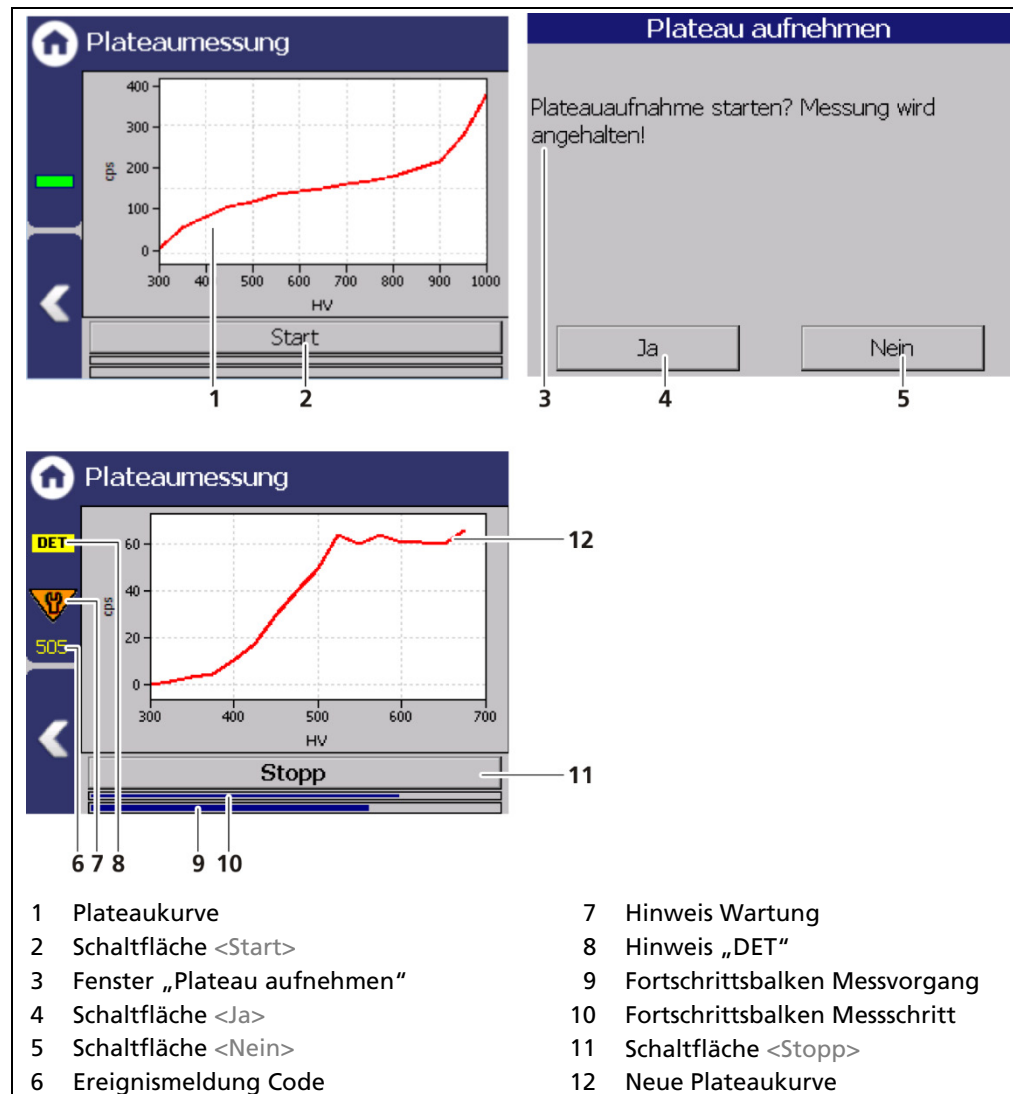

Abb. 49 Aufnahme einer Plateaukurve
1. Klicken Sie auf das entsprechende Eingabefeld (Abb. 49, Pos. 1-4).